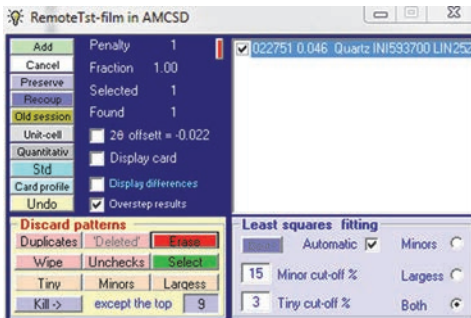

Figura C-9 Finestra di dialogo con la fase selezionata
11. Cliccare su **Unchecks** (Deseleziona) per eliminare le fasi deselezionate (indesiderate) [vedi Figura C-9 a pagina 99].